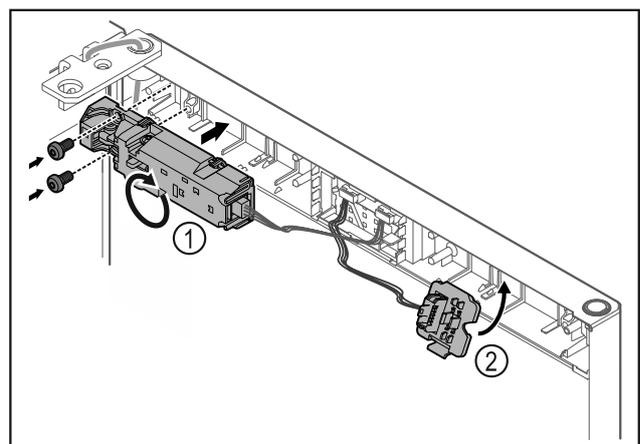

Fig. 22
- ▶ Fernschloss Fig. 22 (1) um 180° drehen und auf Gegenseite befestigen.
- ▶ Steckerhalterung Fig. 22 (2) auf Gegenseite einrasten.